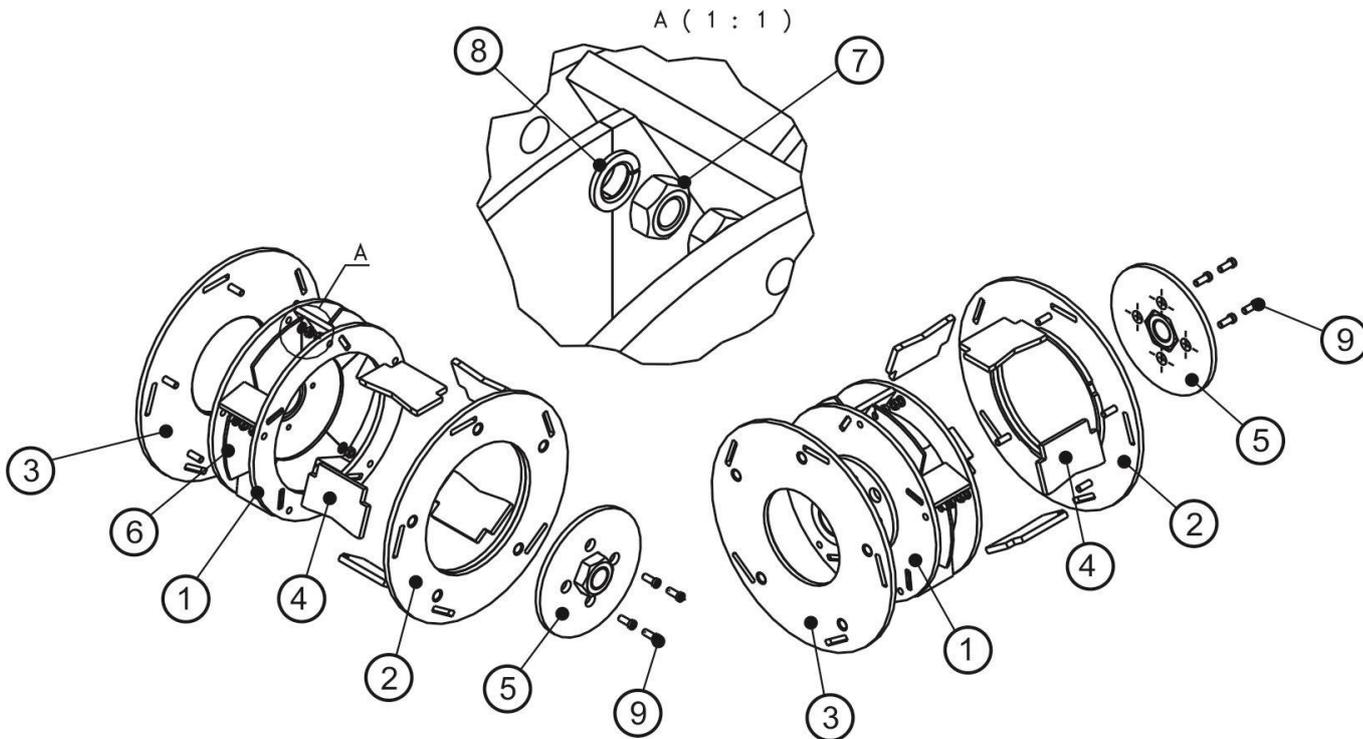

Рис. 4 Ротор-ускоритель.
Ротор-ускоритель (Рис. 4) состоит из: корпуса ТКА2-02.100 (1) с приварной втулкой, кольца ротора ТКА2-02.200 (2), диска ротора ТКА2-02.300 (3), ускорителей (сменных пластин) ТКА2-02.002 (4), крышки ротора ТКА-12.000 (5), сегментов подкладных ТКА2-02.003 (6).